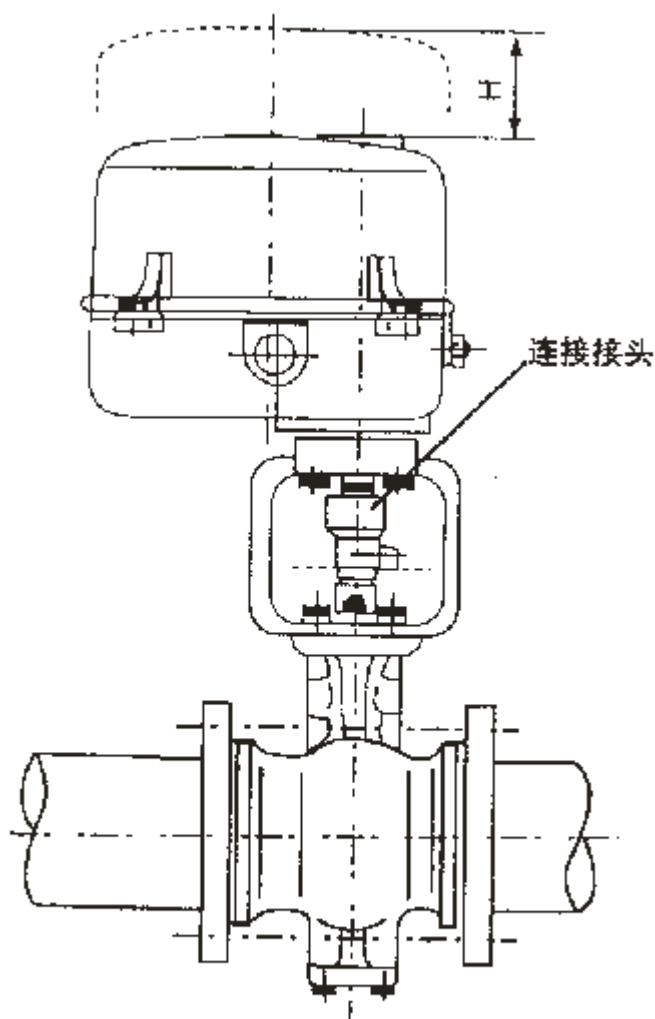

图6
5.1 由于执行器的配线、调整及检查维护等工作需要拆卸护罩,因此在安装时,执行器顶部应留有一定的空间(见图 6),应留空间尺寸 H 见表 2